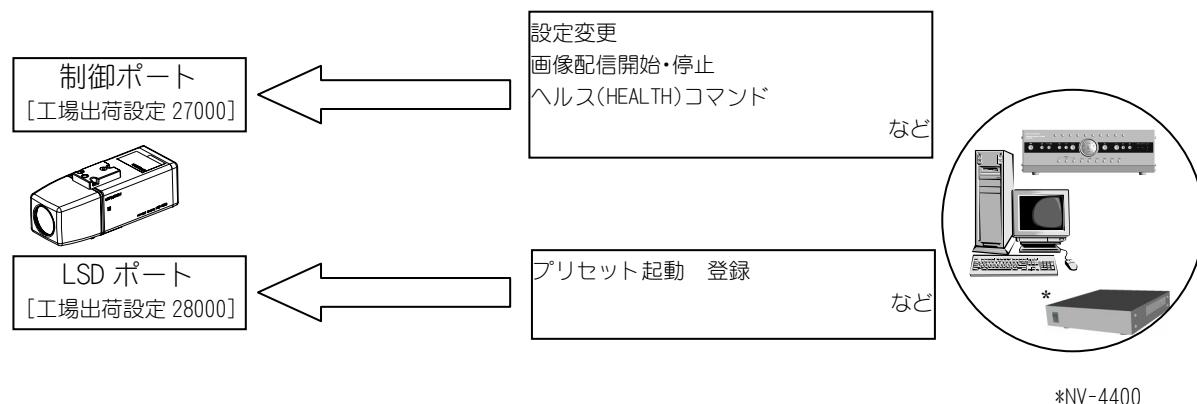

図9-3 IPアドレス 制御ポート LSDポートについて
- (1) IPアドレスは、ネットワーク上で各機器を識別するためのアドレスです。
- (2) 制御ポートは、図9-3に示す様に、主にネットワーク・画像・シリアルに関する設定・制御を行なうためのポートです。カメラ設定ツールからの設定変更の他、画像配信の開始・停止、ヘルス(HEALTH)コマンドも制御ポートを使って行ないます。
- (3) LSDポートは、図9-3に示す様に、主にカメラ制御を行なうためのポートです。
- (4) 制御ポート番号、LSDポート番号は、1024～65535の範囲で設定できます。ただし制御ポート番号とLSDポート番号が同じ値にならないように設定してください。